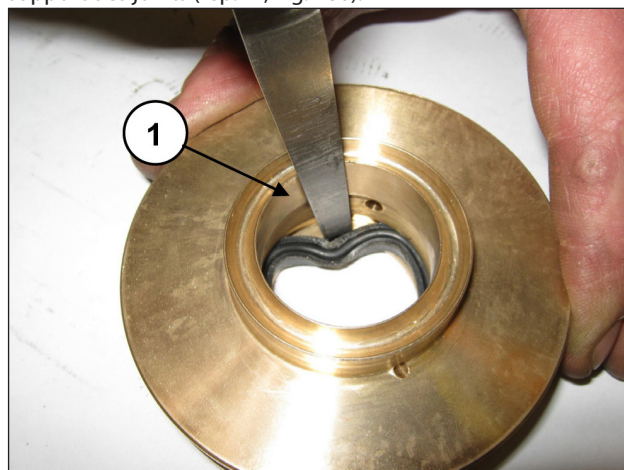

Fig. 180
Pour déposer le joint basse pression, utiliser une jauge d'épaisseur ou un outil qui n'endommage pas le siège du support des joints (rep. ①, Fig. 180).